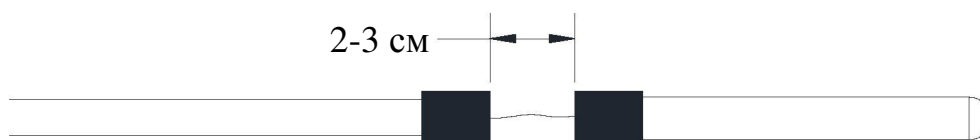

Рисунок 4: Разделяющее расстояние между частями
10.3 Удерживать толкатель на одной линии с резьбой разблокировки и осторожно отвести части разделенного толкателя примерно на 2-3 см. Следует убедиться, что спираль и толкатель разделены (Рисунок 4).